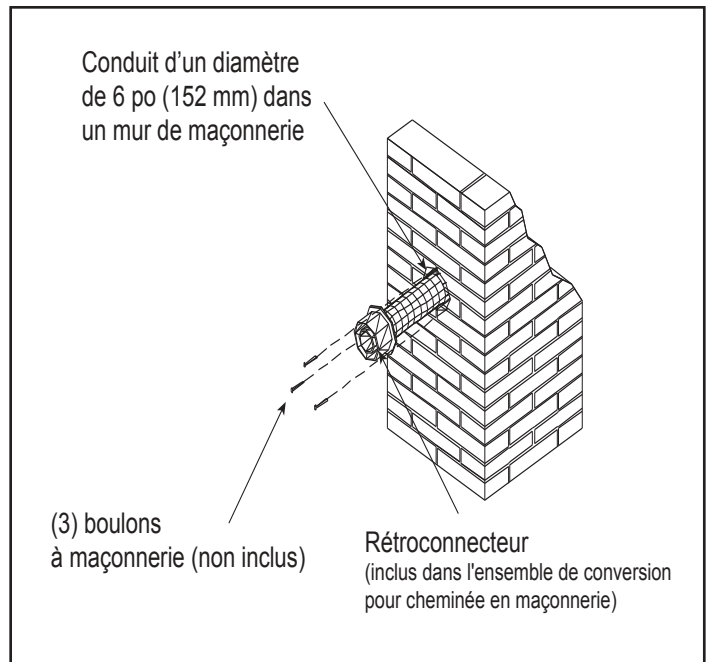

Figure 4.27
- Fixez la chemise flexible au rétroconnecteur. Utilisez trois vis autotaraudeuses pour attacher le doublage flexible au connecteur. Montez le rétroconnecteur sur le mur en maçonnerie en utilisant les boulons. Voir la Figure 4.27. Augmentez le diamètre des trous du connecteur si nécessaire. Assurez-vous que le connecteur est au centre de l'ouverture et que les trous de montage sont alignés avec ceux du mur de maçonnerie.